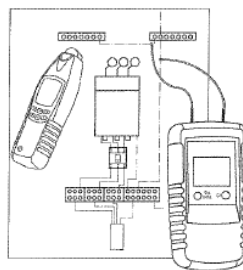

Figura 13
- Conectați emițătorul la circuit, ca în figura 13. Acum cablul neutru care se află în întregul sistem poate fi monitorizat.